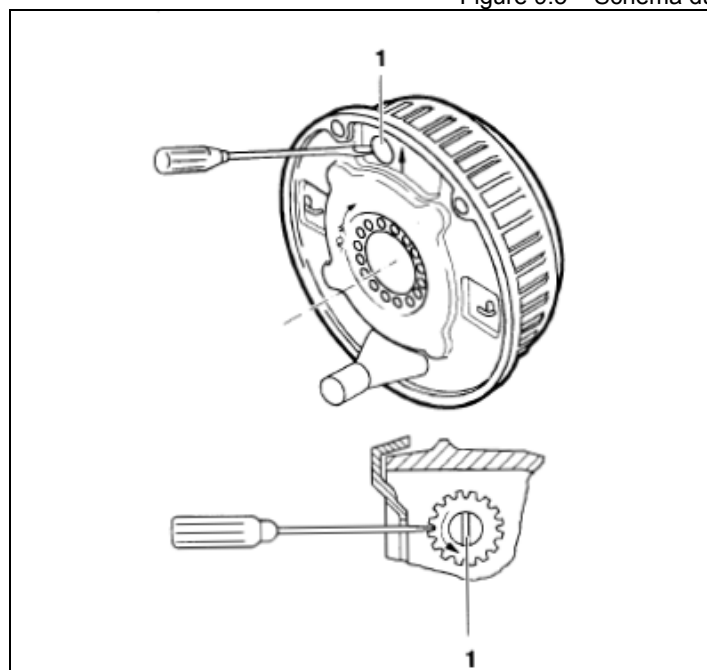

Figure 9.6 – Croisillon de réglage
5. Tout en tournant la roue vers l'avant (jamais vers l'arrière), régler le croisillon au moyen d'un tournevis adéquat en le faisant tourner dans le sens de la flèche en relief que porte la plaque d'appui, jusqu'à ce que se développe une résistance dans la rotation de la roue. (figure 9.6).
6. Desserrer le régleur à croisillon jusqu'à ce que la roue tourne librement vers l'avant. (figure 9.6).